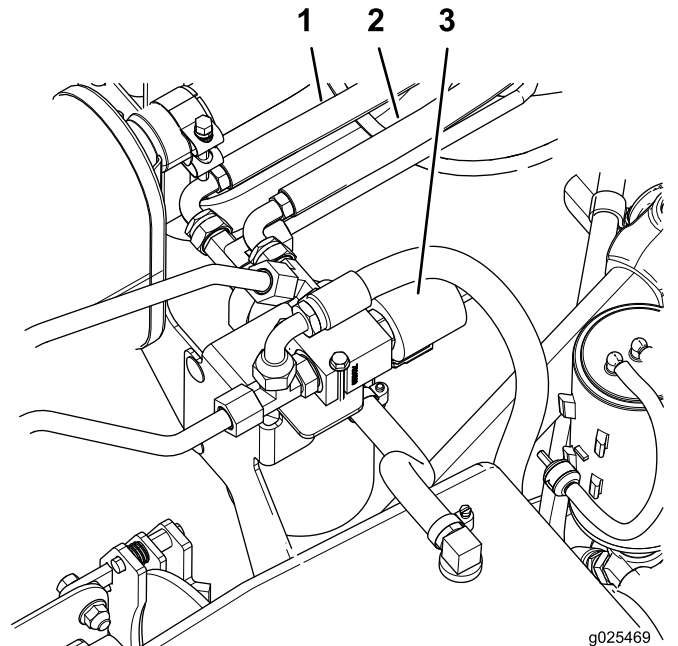

Figura 16
3. Instale a mangueira comprida (86-1/2 pol.) no encaixe em T no coletor (Figura 16).
4. Instale a mangueira comprida (80-1/2 pol.) no encaixe em T na caixa do filtro (Figura 16).